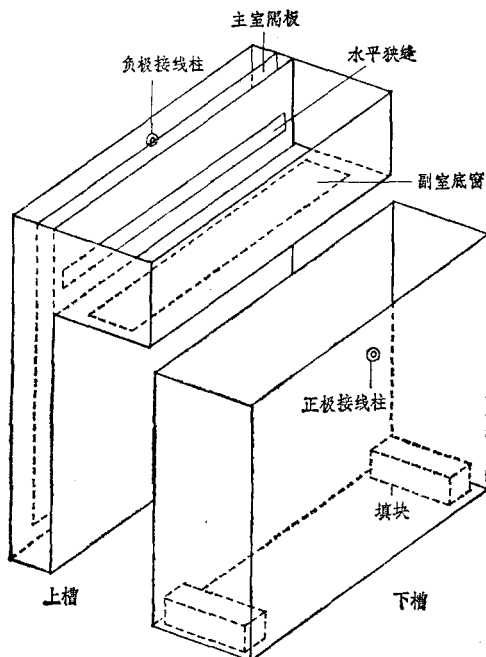
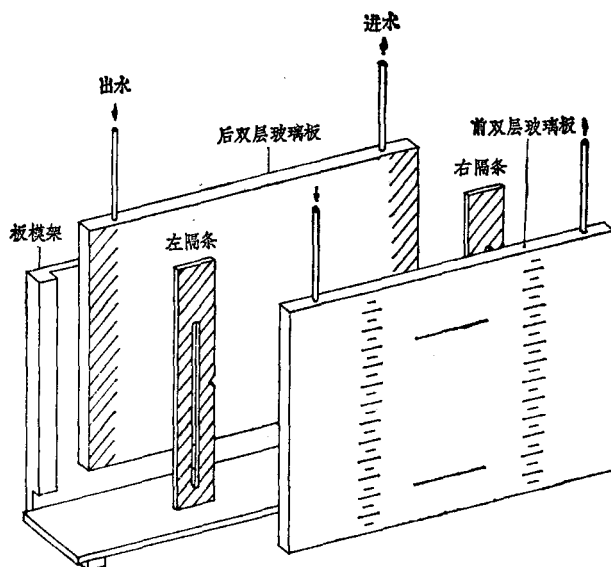

图1 垂直板电泳槽
图2 板模和板模架
由上、下电泳槽(图 1)和凝胶板模(图 2)二部分组成。
4. 取下玻璃板, 量取 0.5 cm 宽的漆边条, 多余部分用解剖刀裁去, 如图 1。
5. 在另一块玻璃板上放置一张胶薄膜(外购), 盖上带漆边条的玻璃板, 两块玻璃板的两端错开 2cm。然后, 两边用夹子夹紧, 即成一套毛细管灌胶模具。如图 2。